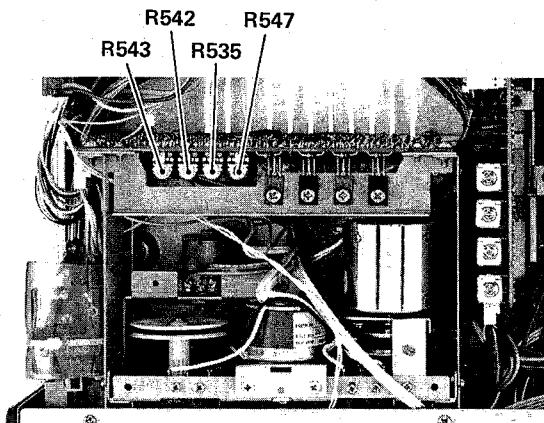

Fig. 4-3
- If the take-up torque is out of the limits, adjust the trim pot R547 (refer to fig. 4-3).
- もしテイクアップ・トルクが規定値から外れている場合は、半固定抵抗 R547(図4-3参照)を調整する。